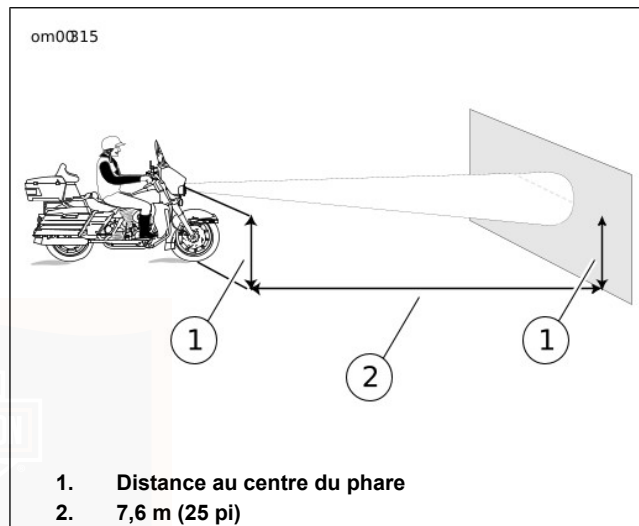

Figure 62. Vérifier l'alignement du phare : modèles Touring
3. Voir Figure 62. Diriger l'avant de la moto vers un écran ou un mur qui se trouve à une distance de 7,6 m (25 pi) de l'aire de contact du pneu avant sur le sol (c.-à-d. directement sous l'axe avant).